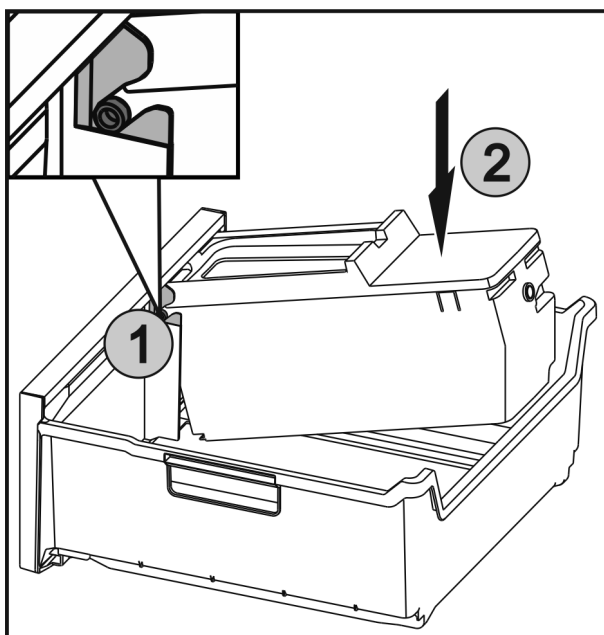

Fig. 76
- ▶ Insérer les axes Fig. 76 (1) sur l'EasyTwist-Ice dans les guides et appuyer sur le côté arrière Fig. 76 (2) jusqu'à ce que la languette s'enclenche.